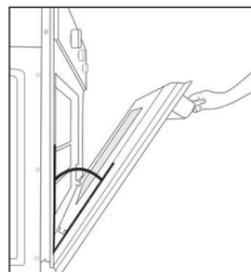

Fig. 26
- Coloque la puerta en posición semi-abierta con un ángulo aproximado de 45°, ver fig 26.